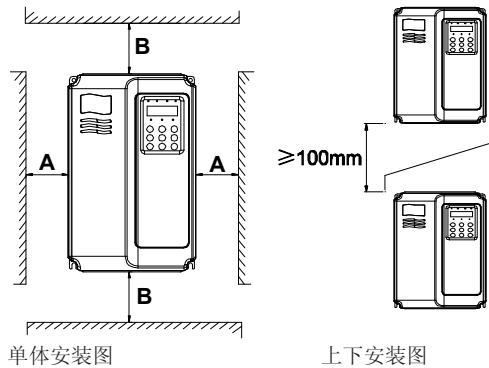

图 3-1 CS280 安装示意图
- 1) 请垂直安装 CS280，便于热量向上散发。但不能倒置。若柜内有较多 CS280 时，最好是并排安装。在需要上下安装の場合，请参考图 3-1 的示意，安装隔热导流板。
- 2) 安装空间遵照图 3-1 所示，保证 CS280 的散热空间。但布置时请考虑柜内其它器件的散热情况。